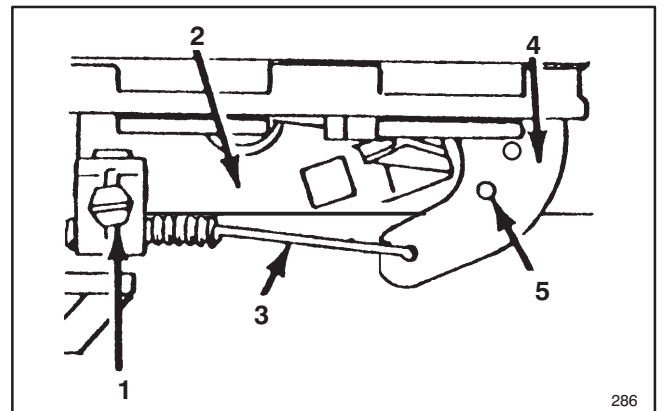

Figure 19
3. Desserrer la vis du serre-câble jusqu'à ce que le câble glisse librement (Fig. 19).
4. Déplacer le câble vers la gauche ou vers la droite pour aligner les trous du levier et du support de la commande des gaz (Fig. 19).